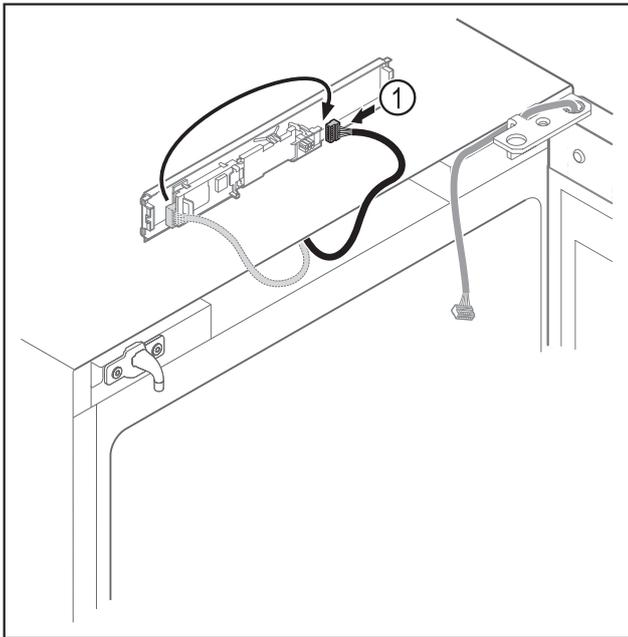

Fig. 17
- ▶ Stecker Fig. 17 (1) auf Platine umstecken.